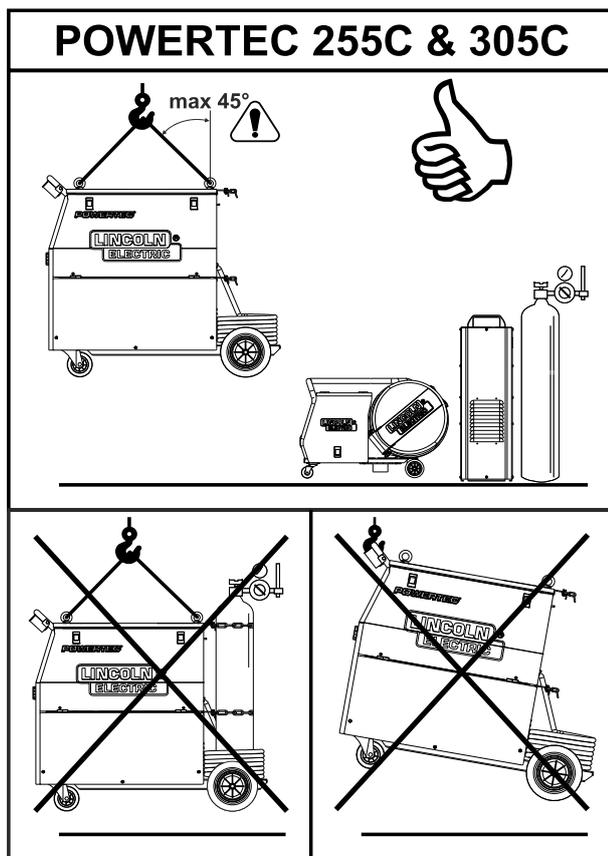

Abb. 21.
Für sicheren Transport und Anheben des POWERTEC® 255C & 305C (siehe Abb. 21):
- Ringschraube aufsetzen und entsprechend Abb. 21 die Last axial in einem Winkel von 45 Grad aufnehmen.